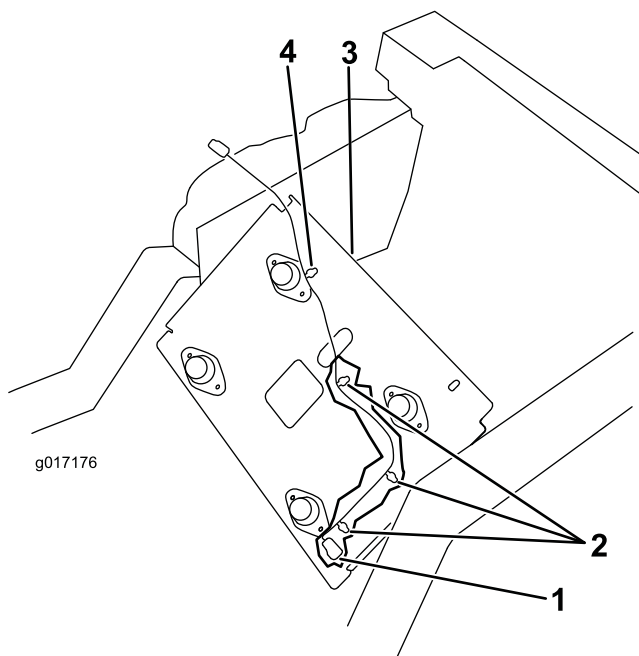

Figura 6
3. Ligue a nova cablagem à unidade de tracção (Figura 6)
4. Insira os (3) cliques da cablagem nos furos da placa do banco (Figura 6).
5. Encaminhe a cablagem através do furo na base do banco e insira o restante clipe de cablagem no furo da base do banco (Figura 6).